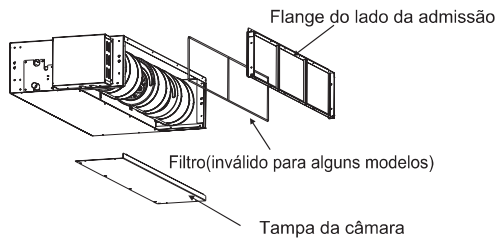
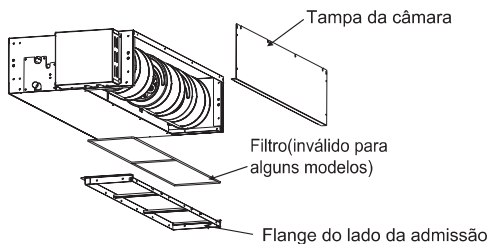

Fig. 3.1.2
Fig. 3.1.3
- (1) Remova a tampa da câmara.
- (2) Coloque novamente o filtro removido na orientação mostrada na Fig. 3.1.2, recoloca a tampa da câmara, que havia sido removida, na orientação mostrada na Fig. 3.1.3. Consulte a Fig.3.1.3 para a direção correta do filtro.